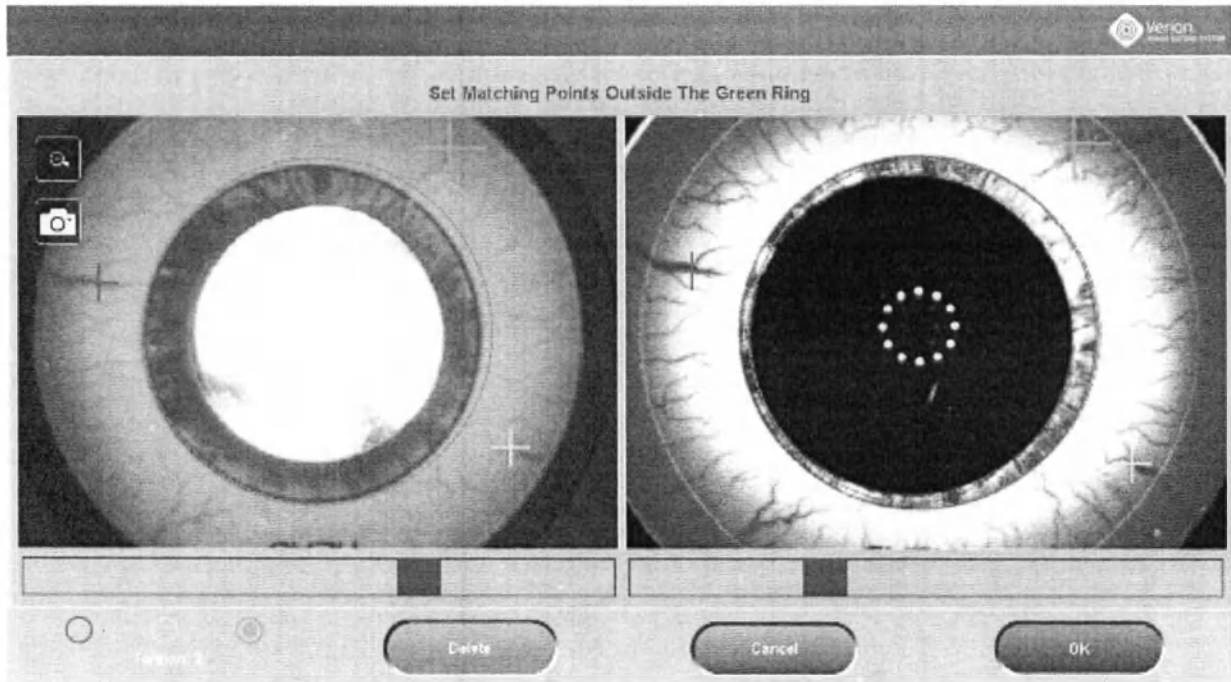

Рисунок 97. Параллельный режим, заданы все ориентиры
- Теперь средний угол поворота рассчитывается на основании отклонений положений крестиков между двумя изображениями. Результат отображается в виде надписи *Torsion: (n) [Поворот: (n)]* под выбранным цветом в левой нижней части экрана (Рисунок 97).